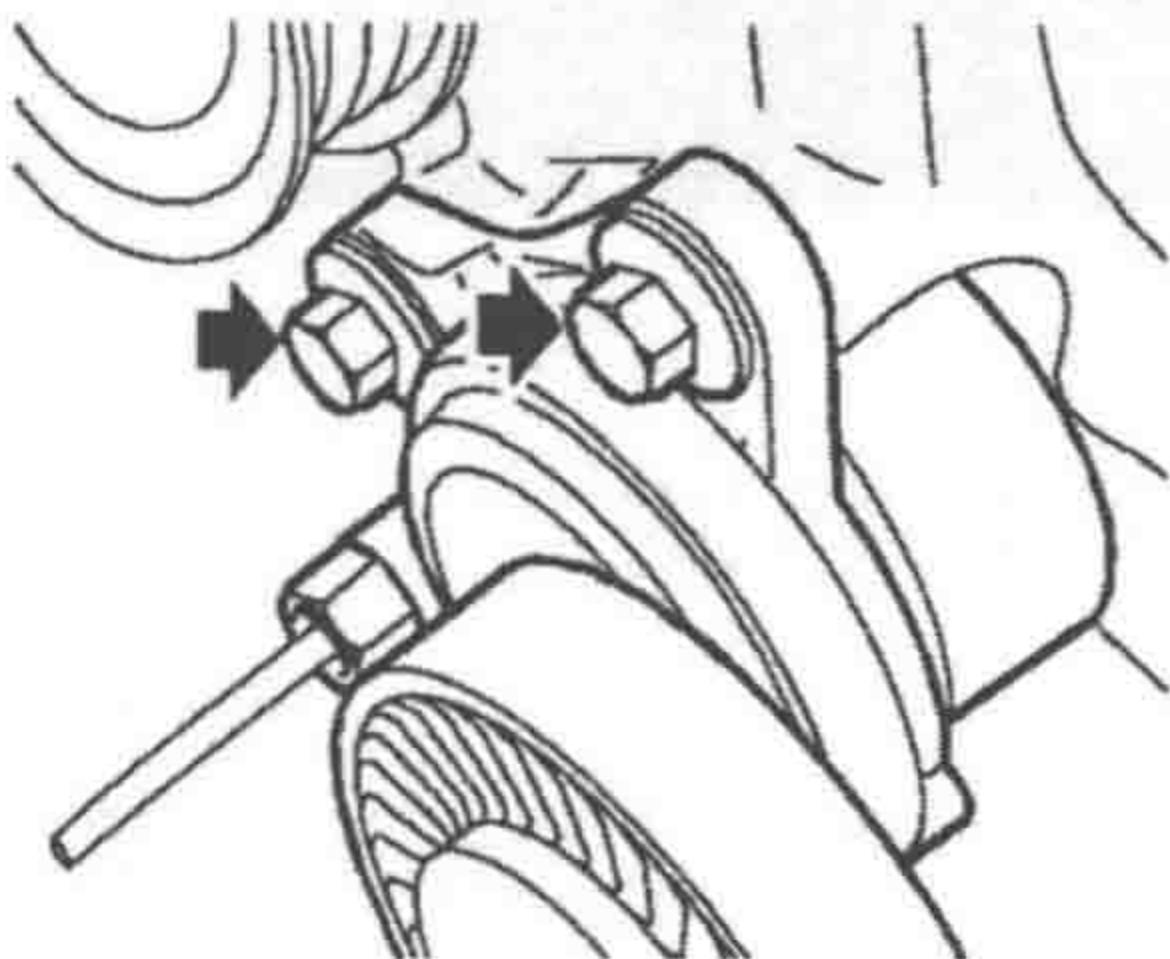

图 1-1-5 拆卸动力转向泵张紧轮固定螺栓
- ⑫ 拆卸曲轴皮带轮。
- ⑬ 拧下固定动力转向泵张紧轮的 2 个螺栓，把张紧轮拆下，如图 1-1-5 所示。